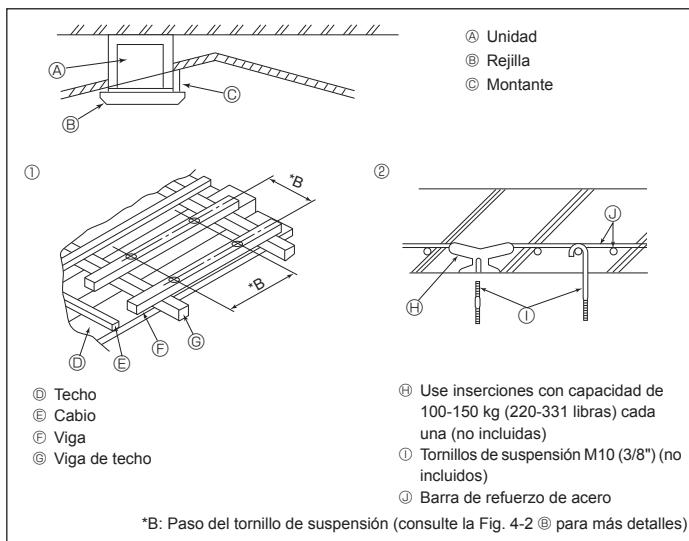
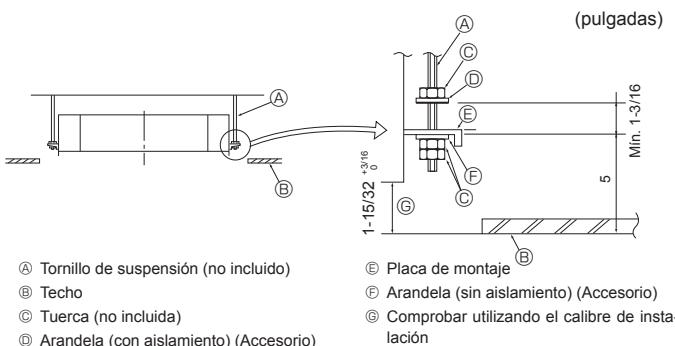

Fig. 4-4
Fig. 4-5
4.4. Estructura de suspensión (refuerzo de la estructura de suspensión) (Fig. 4-4)
① Estructuras de madera
② Estructuras de hormigón armado
4.5. Procedimientos de suspensión de la unidad (Fig. 4-5)